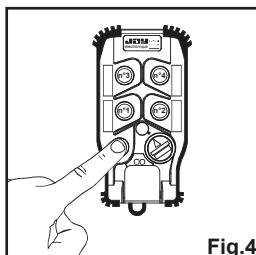

Fig.4
- 5- Une fois que le canal désiré est sélectionné (choix du n° 01 à 64), actionner le bouton "Marche/klaxon" pour valider le choix (fig.4).